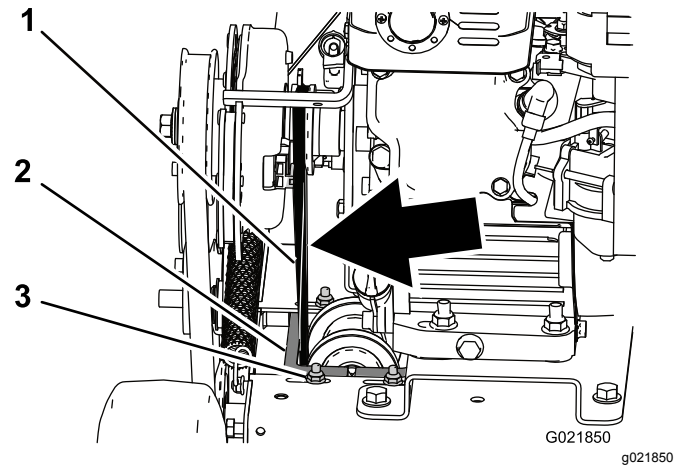

Figure 26
4. Contrôlez la tension de la courroie. Elle doit présenter une flèche maximale de 6 mm ($\frac{1}{4}$ po) quand une pression modérée est exercée sur le brin juste au-dessus du cadre de la machine (Figure 26).
5. Pour tendre la courroie, desserrez les 4 écrous et boulons qui fixent le support de poulie au cadre et déplacez le support vers la gauche, ce qui tend la courroie; resserrez ensuite les 4 écrous et boulons (Figure 26).